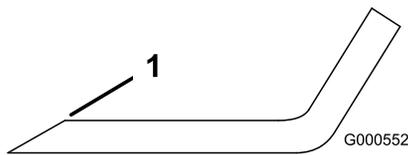
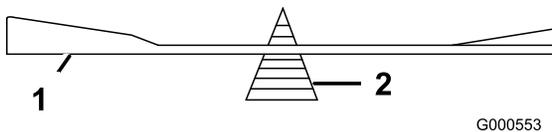

Figura 55
Figura 56
- Utilice una lima para afilar el filo de corte en ambos extremos de la cuchilla (Figura 55). Mantenga el ángulo original. La cuchilla permanece equilibrada si se retira la misma cantidad de material de ambos bordes de corte.
- Verifique el equilibrio de la cuchilla colocándola sobre un equilibrador de cuchillas (Figura 56). Si la cuchilla se mantiene horizontal, está equilibrada y puede utilizarse. Si la cuchilla no está equilibrada, rebaje algo del metal en la parte de la vela solamente (Figura 55). Repita este procedimiento hasta que la cuchilla esté equilibrada.